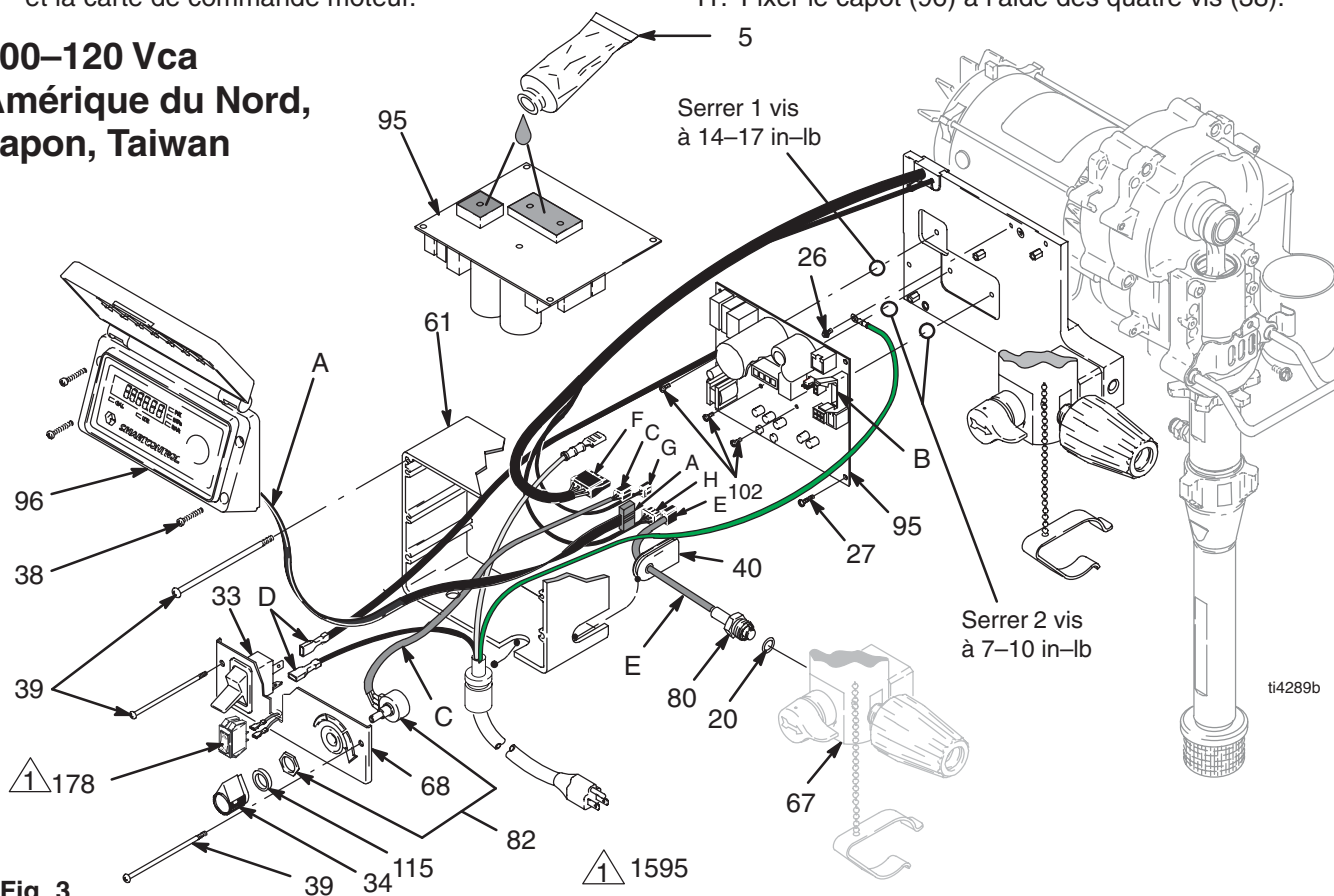

Fig. 3
- Fig. 3. Enlever les quatre vis (38) et le couvercle (96).
- Débrancher le connecteur d'affichage (A) de la carte de commande moteur (95).
- Enlever les deux vis du bas (39) et laisser le panneau de commande (68) pendre.
- Débrancher le(s) fil(s) électriques de la carte de commande (D) du commutateur marche/arrêt (33) et de la carte de commande moteur (95).
- Débrancher le connecteur du potentiomètre (C) de la carte de commande moteur.
- Débrancher le commutateur 15/20A (178) (1595).
- Débrancher le connecteur du capteur (E) branché sur la carte de commande.
- Retirer les deux vis du haut (39) et le boîtier de commande (61).
- Enlever les cinq vis (27), les trois vis (102) et la carte de commande moteur.
- Fig. 3. Enduire les zones ombrées à l'arrière de la carte de commande moteur (95) d'un peu de pâte thermoconductrice 110009 (5).
- Fixer la carte de commande moteur (95) avec cinq vis (27). Serrer à 9–11 in-lb (1,02 – 1,24 N·m). Installer et serrer les trois vis (102) à la force indiquée sur la Fig. 3.
- Fixer le boîtier de commande (61) à l'aide des deux vis du haut (39).
- Brancher le connecteur du capteur (E) sur la carte de commande.
- Brancher le commutateur 15/20A (178) (1595).
- Brancher le(s) fil(s) de la carte de commande moteur (D) sur le commutateur MARCHE/ARRÊT (33).
- Brancher le connecteur du potentiomètre (C) sur la carte de commande moteur.
- Fixer le panneau de commande (68) à l'aide des deux vis (39).
- Brancher le connecteur de l'afficheur (A) sur la carte de commande moteur.
- Fixer le capot (96) à l'aide des quatre vis (38).